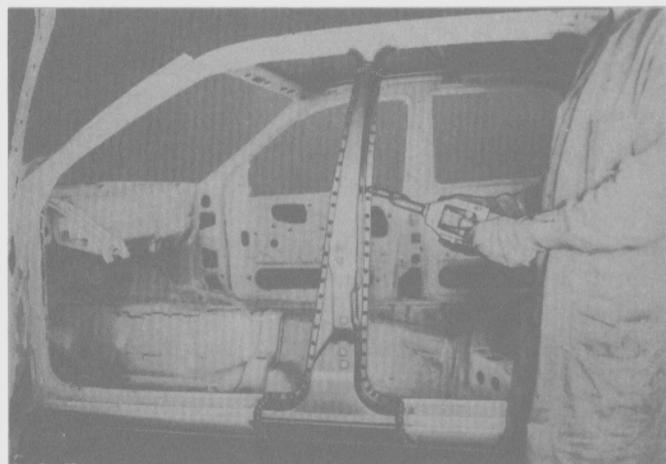

Fig. 268
- Soldar por pudelado el pilar "B" interior al marco de techo. Soldar por puntos la nervadura inferior al zócalo/larguero y soldarlo por puntos al pilar "B" (Fig. 268).